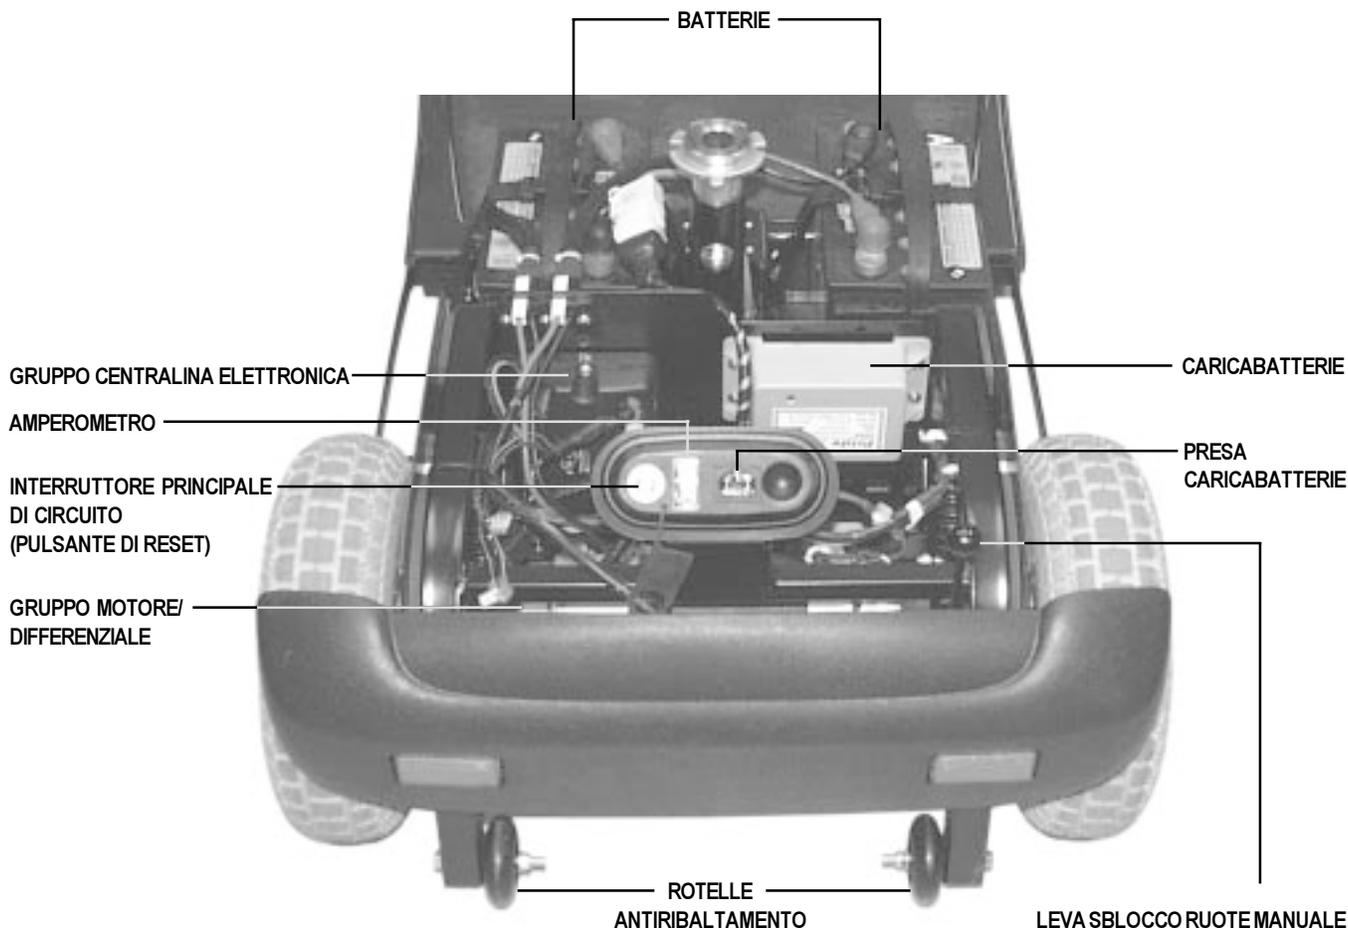

Figura 9. Retrotreno
Il retrotreno dello Scooter ospita batteria, centralina elettronica, gruppo motore/differenziale, leva sblocco ruote manuale, rotelle antiribaltamento, interruttore principale di circuito, fusibili. Si veda figura 9.
Le rotelle anti-ribaltamento sono un integrante e importante elemento di sicurezza dello Scooter, progettate per impedirne il ribaltamento all'indietro nella percorrenza di pendenze. Le rotelle sono fissate con bulloni all'estremità posteriore del telaio. Si veda figura 9.
- L'interruttore principale di circuito è situato accanto all'amperometro. Si veda Figura 9.